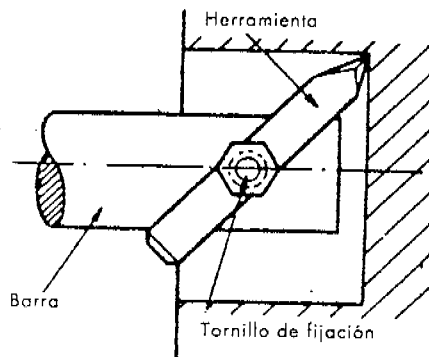

Figura 6
- 3 - Para agujeros ciegos ( Figura 6 ), los cuales llevan el alojamiento de la cuchilla inclinada.